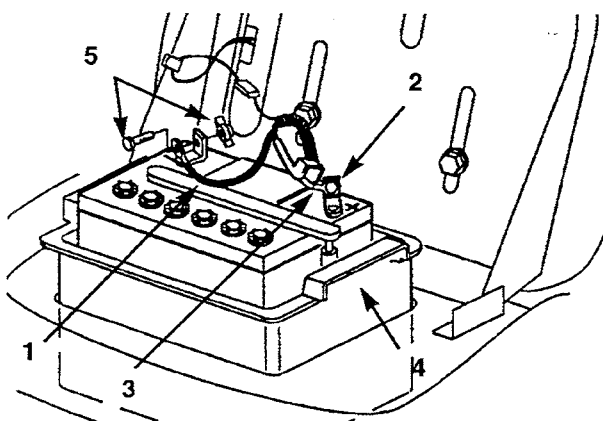

Figure 29
3. Débrancher le câble négatif (noir) de masse de la borne de la batterie (Fig. 29).
4. Repousser la gaine en caoutchouc le long du câble positif (rouge) et débrancher le câble de la borne de la batterie (Fig. 29).
3. A l'aide du boulon et de l'écrou papillon, connecter le câble positif (rouge) à la borne positive (+) de la batterie (Fig. 29). Glisser la gaine en caoutchouc sur la borne.
4. A l'aide du boulon et de l'écrou papillon, connecter le câble négatif (noir) à la borne négative (-) de la batterie (Fig. 29).